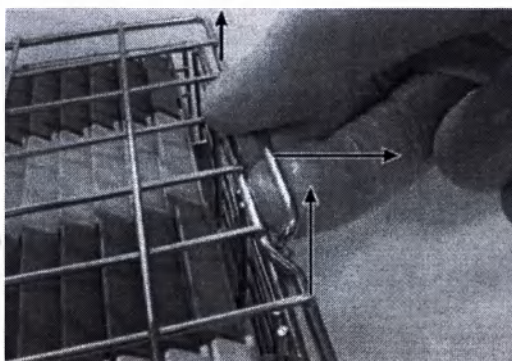

Рисунок 9. Открытие крышки
- Чтобы снять крышку, откройте одну защелку и поднимите крышку (Рис. 9)